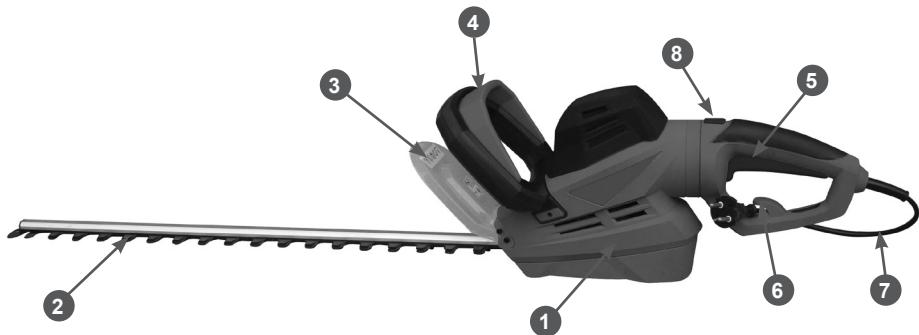

Рис. 1 Основные узлы и органы управления
Основные узлы и органы управления приведены на Рис. 1.
4. Сделайте петлю на конце удлинителя и просуньте ее в место сгиба кабеля в отверстие на задней рукоятке и оденьте на крючок 6 Рис. 1.
8. Возьмите в руки ножницы и нажмите на выключатели 4,5 Рис. 1. Ножи начнут двигаться.
1. Нажмите на кнопку-фиксатор 8 Рис. 1.